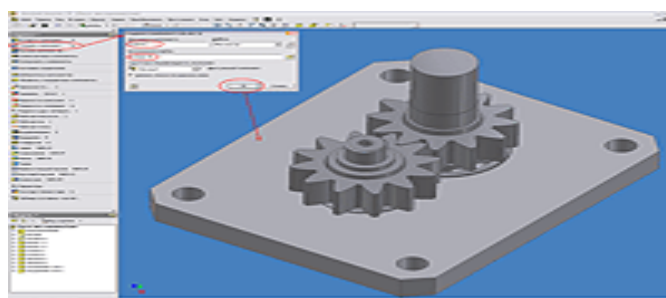

Рисунок 3
3. Для создания детали «Корпус» в инструментальной палитре изделия нажимаем кнопку «Создать компонент». В открывшемся диалоговом окне назначаем имя компонента и место расположения на жестком диске. Все остальные настройки параметров компонента определяются в шаблоне «Обычный.ipt» (см. Рисунок 3). После нажатия кнопки «Ок» Inventor предлагает указать плоскость расположения эскиза нового компонента, в нашем случае это - плоскость крышки, и автоматически переходит в режим построения эскиза.